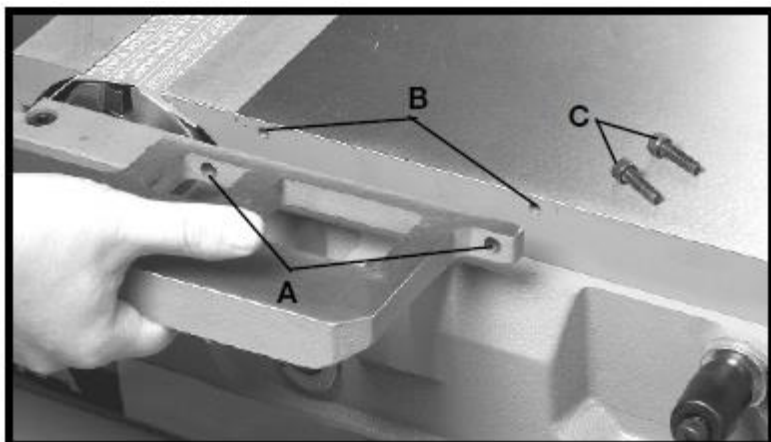

Рис. 12
1. Вывернуть два винта с шестигранным шлицем М6 х 1 – 20 (С), рис. 12, из отверстия в позиции (В) в передней части фуговального станка.
2. Совместить два отверстия (А), рис. 12, приспособления для шпунтования с двумя отверстиями (В) в передней части фуговального станка. Вставить винт в отверстие (А) приспособления для шпунтования и ввернуть винт в резьбовое отверстие (В) в передней части фуговального станка. Убедиться, что приспособление для шпунтования находится на одном уровне с подводным столом. Надёжно затянуть винт (С). Повторить данную операцию в другом отверстии приспособления для шпунтования и передней части фуговального станка.